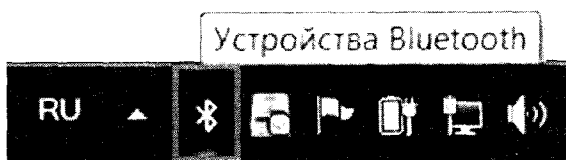

Рис. 244. Иконка **Устройства Bluetooth**
2. Нажмите на иконку **Устройства Bluetooth** на панели задач (рис. 244).